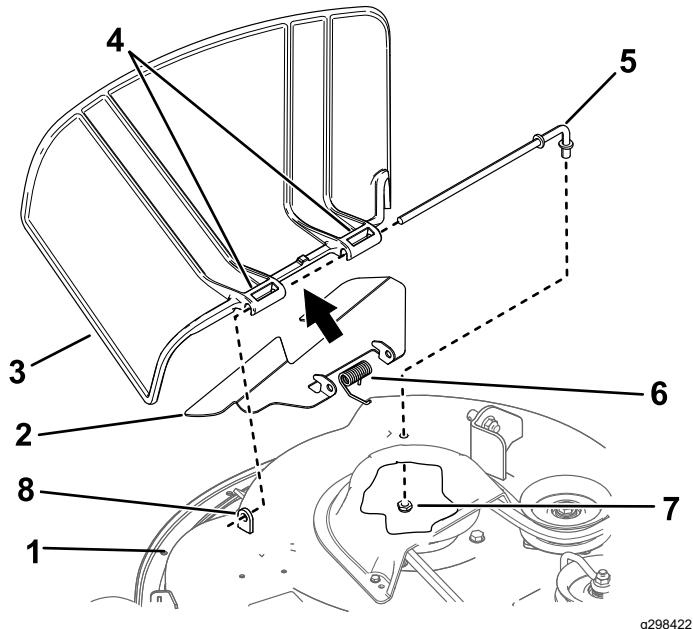

Figura 74
- Remova a porca ($\frac{3}{8}$ pol.) da barra debaixo do cortador (Figura 74).
2. Faça deslizar a barra para fora da parte saliente curta, mola, abafador e defletor de relva (Figura 74).
4. Instale o novo defletor de relva e o abafador (Figura 74).
7. Faça deslizar a barra pelo abafador e segunda articulação do defletor de relva (Figura 74).
9. Fixe a extremidade traseira da barra ao cortador com uma porca (3/8 pol.), como se mostra na Figura 74.